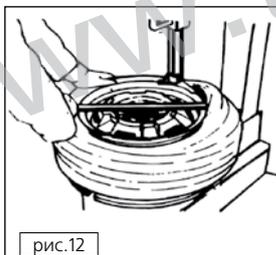

рис.12
4. Подцепите борт шины на монтажную головку с помощью монтажной лопатки и нажмите педаль 8 (на рис.1 – 8, на рис.2 – 2), чтобы привести стол во вращение по часовой стрелке. Дождитесь полного отделения борта (рис.12). Рекомендуется помещать монтажную головку примерно в 10 мм справа от воздушного клапана камеры (если таковая имеется), чтобы не повредить камеру.